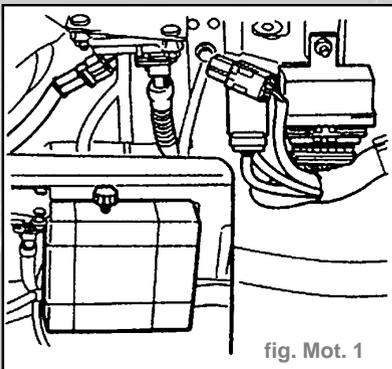

fig. Mot. 1
- Enlever le couvercle de protection de l'étrier porte-relais ; débrancher ensuite les connecteurs des relais et de la sonde de pression absolue (fig. Mot. 1).